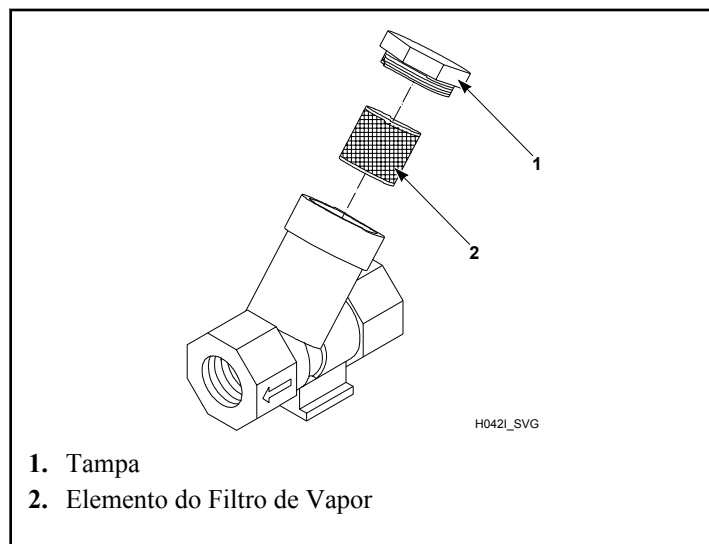

Figura 26
- Limpe o filtro de vapor fornecido pelo cliente, quando aplicável. Consulte a *Figura 26*.